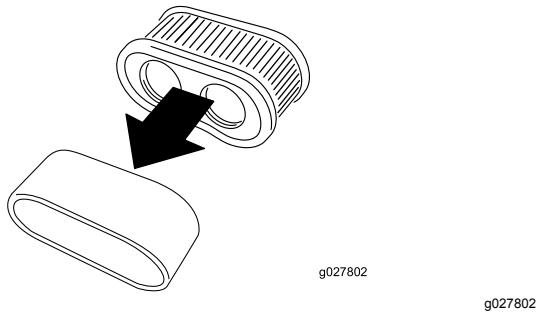

Figura 43
- Separate gli elementi in schiuma sintetica e di carta (Figura 43).